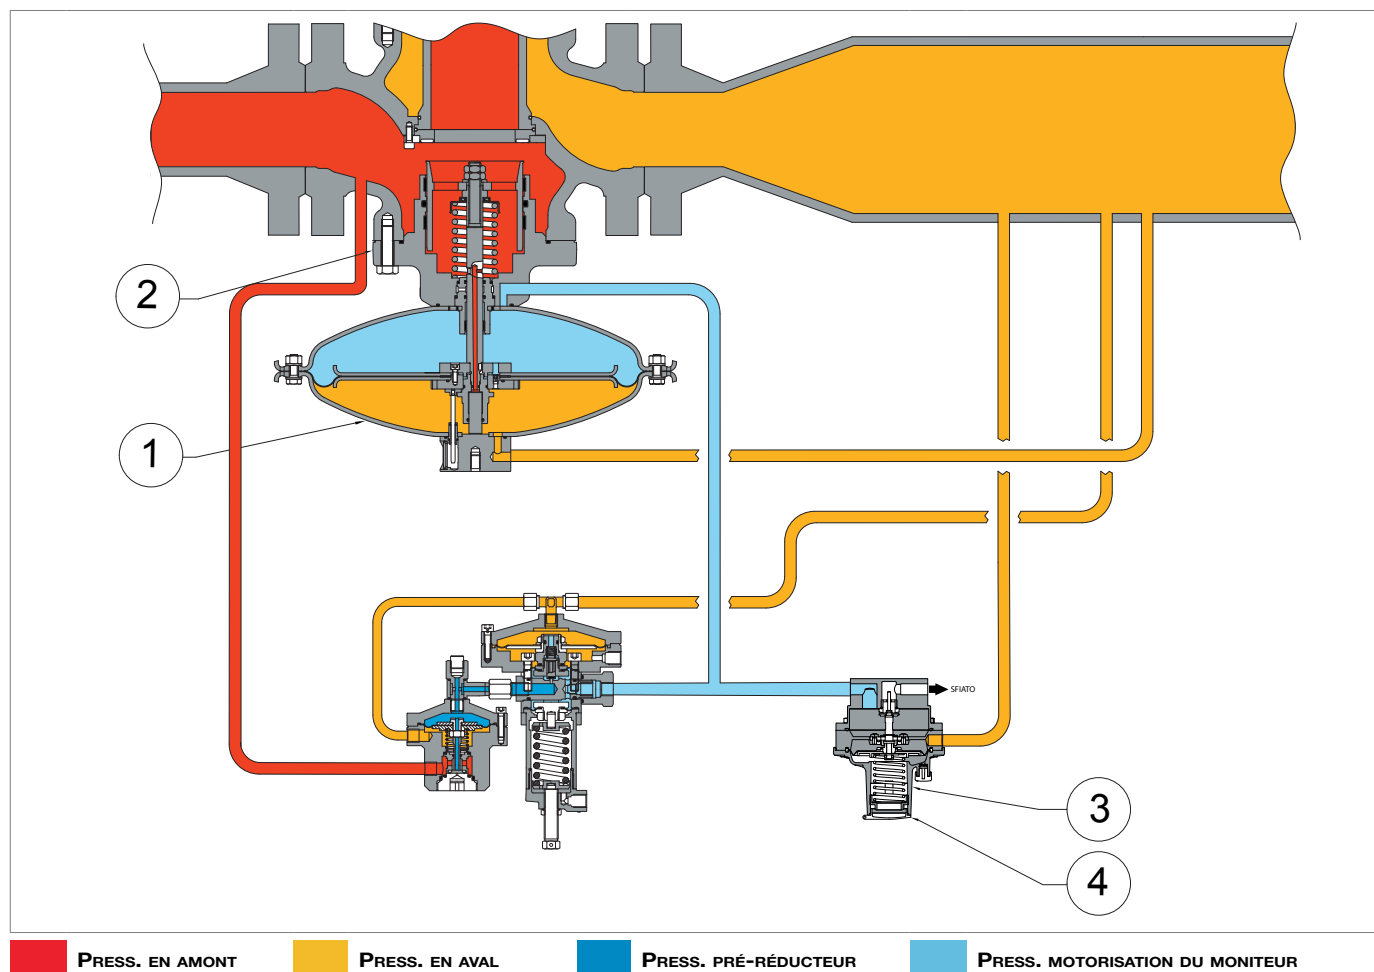

Fig. 4.9. Vanne d'accélération V/25
- V/25 (3, Fig. 4.9), en cas de pression en aval (Pd) jusqu'à 0,6 bar ;
- la bague de réglage (4, Fig. 4.9) pour la soupape V/25